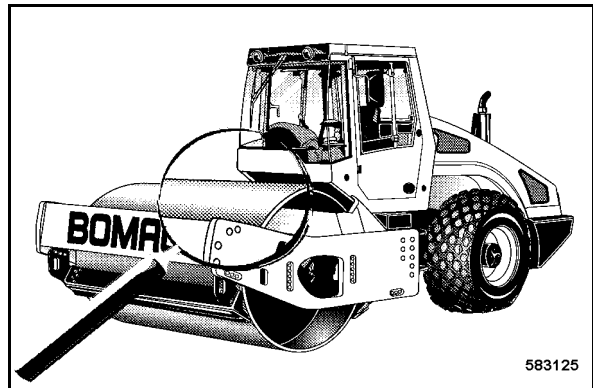

fig. 191
- Nettoyer la machine (fig. 191) à fond au moins une fois par semaine.